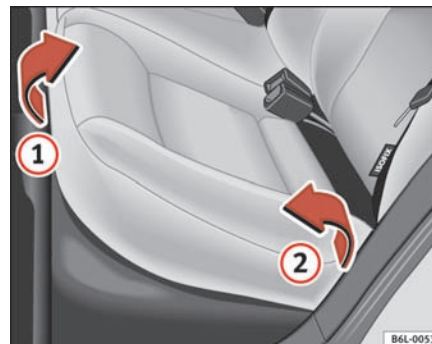
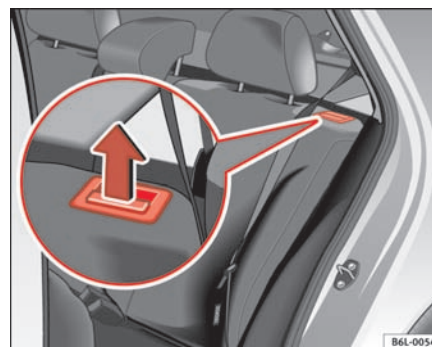

Fig. 73 Sådan klappes bagsædets sædepolstring frem.
Fig. 74 Udløserknop til bagsæderyglænet
- Tag fat i sædepolstringens forkant ⇒ side 103, fig. 73 ①, og træk den opad i pilens retning.
- Klap sædepolstringen ② fremad i pilens retning.
- Træk udløserknappen ⇒ side 103, fig. 74 i pilens retning, og klap ryglænet frem.